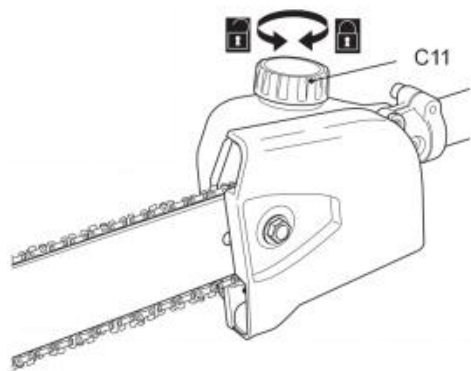

Fig. 16
2) Dévissez et retirez le bouchon du réservoir d'huile (C11) (Fig. 16), puis ajoutez un lubrifiant adapté dans le réservoir. Nous recommandons l'utilisation d'une huile de chaîne écologique spécialement conçue pour ce produit.